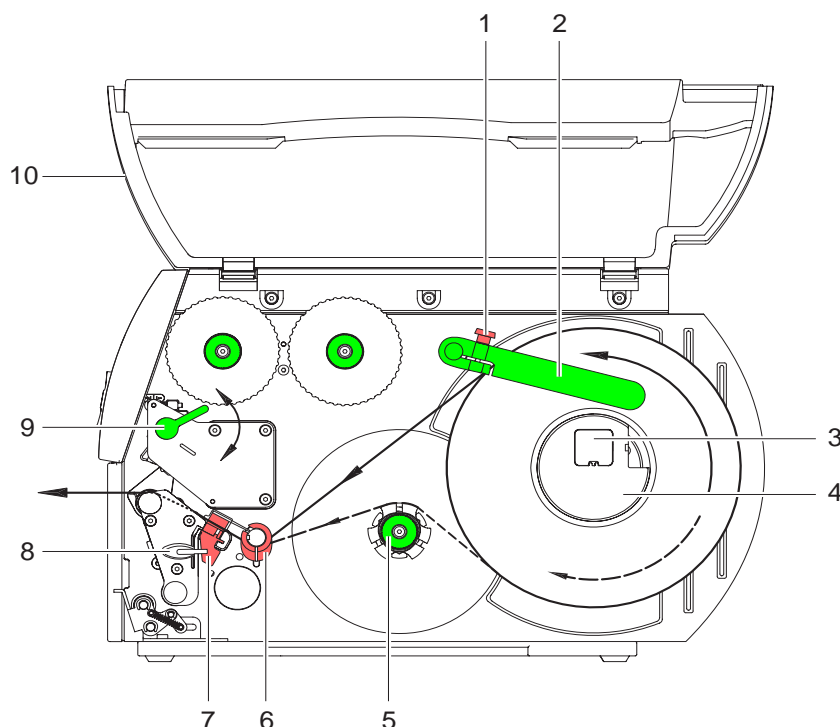

Fig. 5: Insérer les étiquettes
i Utiliser la **clé à six pans** fournie pour les réglages et les simples montages : elle se trouve dans la partie arrière de l'unité d'impression. Voir Fig. 5, position 8. Les autres outils ne sont nécessaires pour les travaux décrits ici.
- ⇒ Tourner la manette (Fig. 5, pos. 9) dans le sens des aiguilles d'une montre pour bloquer la tête d'impression.